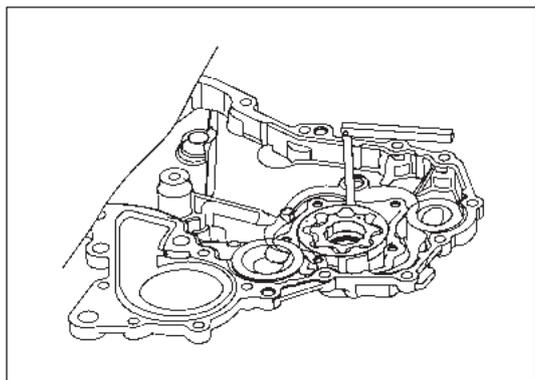

Рис. 11-4-6. Измерение радиального зазора между ведомой шестерней и крышкой ГРМ
- (2) Проверка ведущей и ведомой шестерен
- » Измерить радиальный зазор между ведомой шестерней и отверстием крышки ГРМ при помощи щупа, как изображено на рис. 11-4-6.